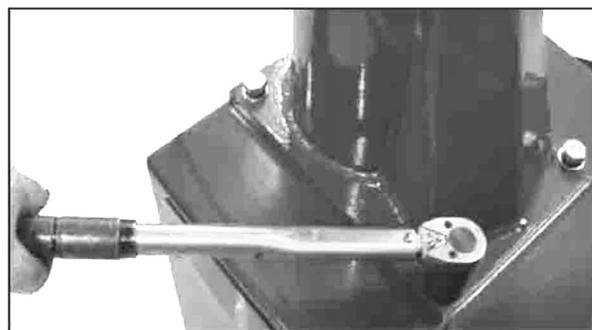

図5
3.2.1 開梱後、アクセサリボックス(図 4-1)、ビードブレイキングアーム(図 4-3)、コラムアッセンブリー(図 4-2)を取り出して下さい。図 5 の通りに配置、固定して下さい。本体からボルト、ゴムワッシャー、ワッシャーを取外して下さい。(図 4-4)。
3.2.2 柱を本体に取り付けて下さい。警告ラベルは前方に向けて下さい。柱根底部の穴と本体の穴の位置を合わせて下さい。再度、4.2.1にて取外したボルト、ゴムワッシャー、ワッシャーを使用して組み直して下さい。締め付けトルクは **70 N・M** (図5) です。締め付けにはトルクレンチを御使用下さい。